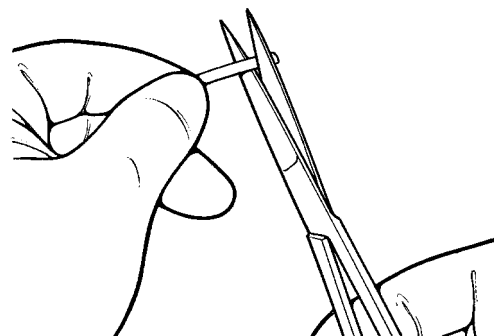

Figura 4-21. Tăiați tubul
1. Tăiați tubul (**Figura 4-21**) pentru a se potrivi cu conformația anatomică a pacientului.